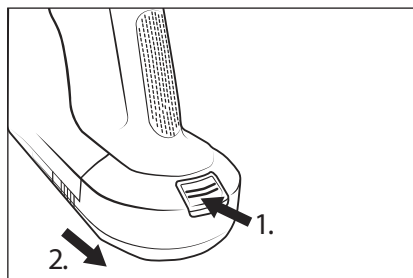

Fig. 13
- ◆ Pour retirer la batterie  de l'appareil, maintenez la touche de déverrouillage de la batterie  enfoncée et retirez la batterie  de l'appareil (voir fig. 13).